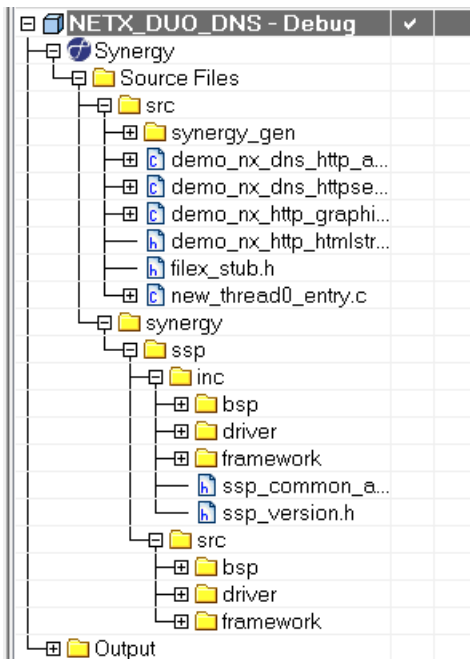

図 1.10 Synergy Configuration タブ
6. プロジェクトのフォルダ構成は、図 1.10 のようになります。